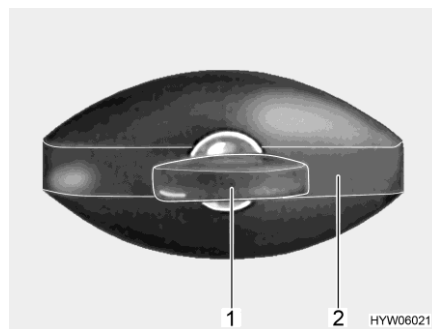

Fig. 78 Cerradura de la trampilla (de forma elíptica, cerrada)
- Introducir la llave en el cilindro de cierre (Fig. 78,1) y girarla un cuarto de vuelta en sentido contrario a las agujas del reloj. El asidero de la cerradura (Fig. 78,2) se abre de golpe.